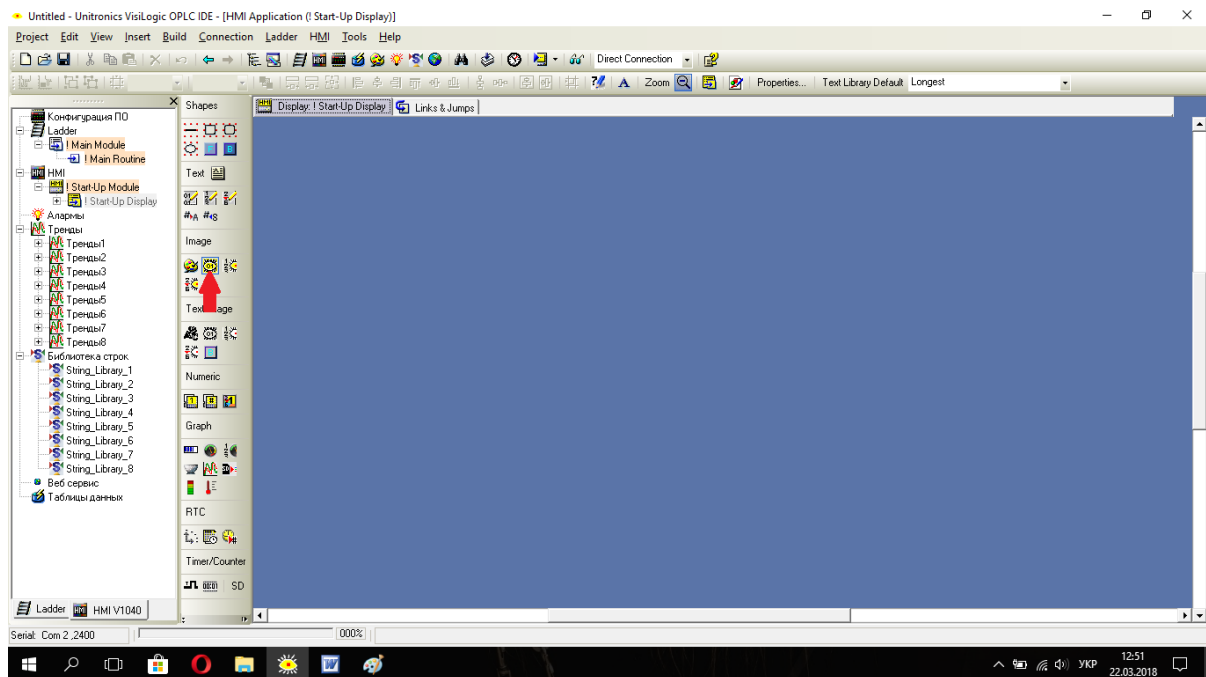

Рис. 2.5. Створення двійкового зображення
4. Створюємо двійкове зображення (рис. 2.5).